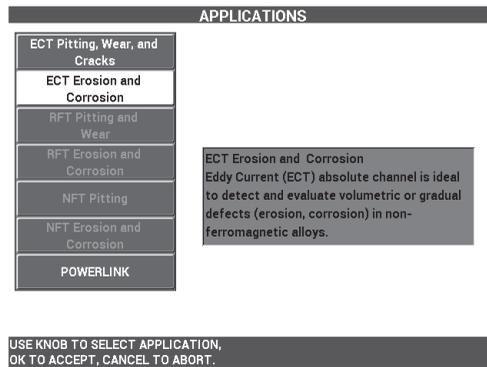

Figura 5-183 Aplicación ECT para erosión y corrosión
2. Seleccione la opción **CONTINUE** (continuar) [pulse la tecla de función A]; después, use la rueda de ajuste para seleccionar la aplicación **ECT Erosion and Corrosion** (ECT para erosión y corrosión) y, a continuación, pulse la tecla ✓ para aceptar (vea la Figura 5-183 en la página 279).